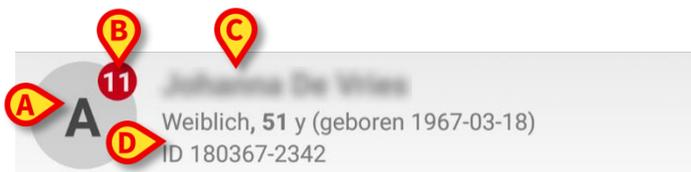

Abb. 59
Jedes Bett wird durch ein Viereck dargestellt (Abb. 59).
- Bettnummer (Abb. 59 **A**);
- Anzahl der überfälligen Meldungen (falls vorhanden - Abb. 59 **B**);
- Name des Patienten auf diesem Bett (Abb. 59 **C**);
- Patientendaten (falls verfügbar: Geschlecht, Alter, Geburtsdatum, Patienten-ID - Abb. 59 **D**).